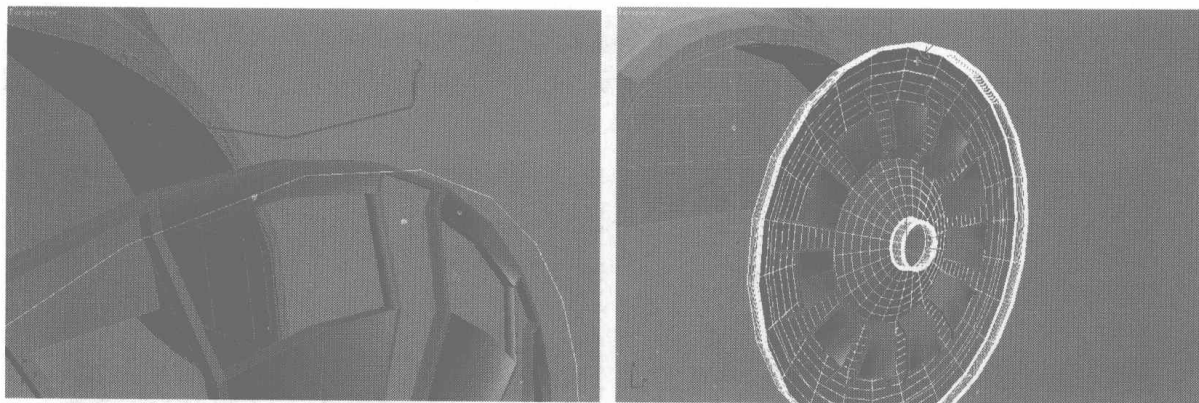
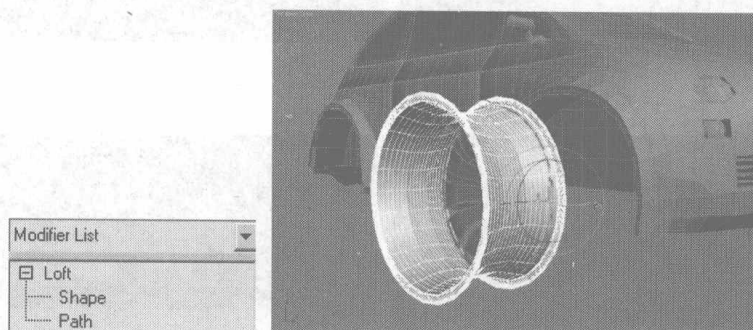
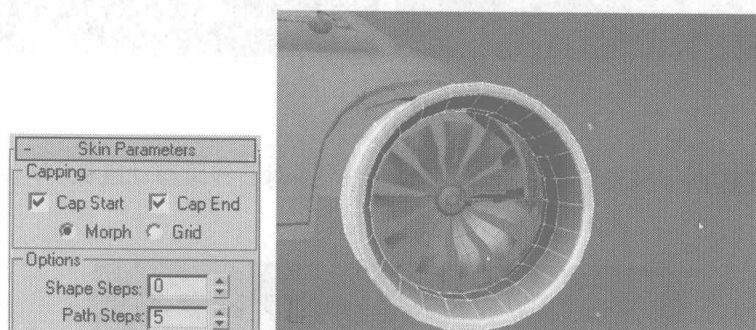

图 7.267
图 7.268
图 7.269
- 29 单击 ，进入创建面板，单击  按钮，选择 **Compound Objects** 类型，单击 **Loft** 按钮，选择圆周体，单击 **Get Shape**，然后选择刚制作的线，将圆周以线的形状显示，如图 7.267 所示。在  控制面板下，选择子物体 **Shape**，用旋转工具旋转出形状，如图 7.268 所示。然后退出物体层级，在 **Skin Parameters** 卷展栏中设置形状的分段数，如图 7.269 所示。